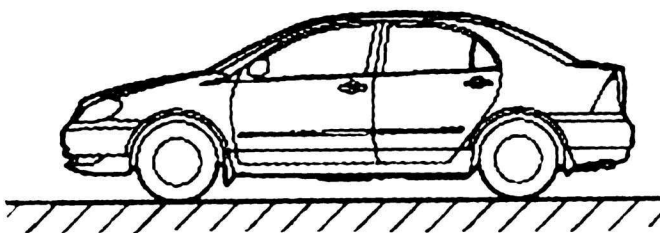

图 1-2-1 工位一
(1) 工位一(举升机未升起):在检查车辆内部和外部时,从检查驾驶员座椅开始,将车辆四周彻底检查一遍,如图 1-2-1 所示。